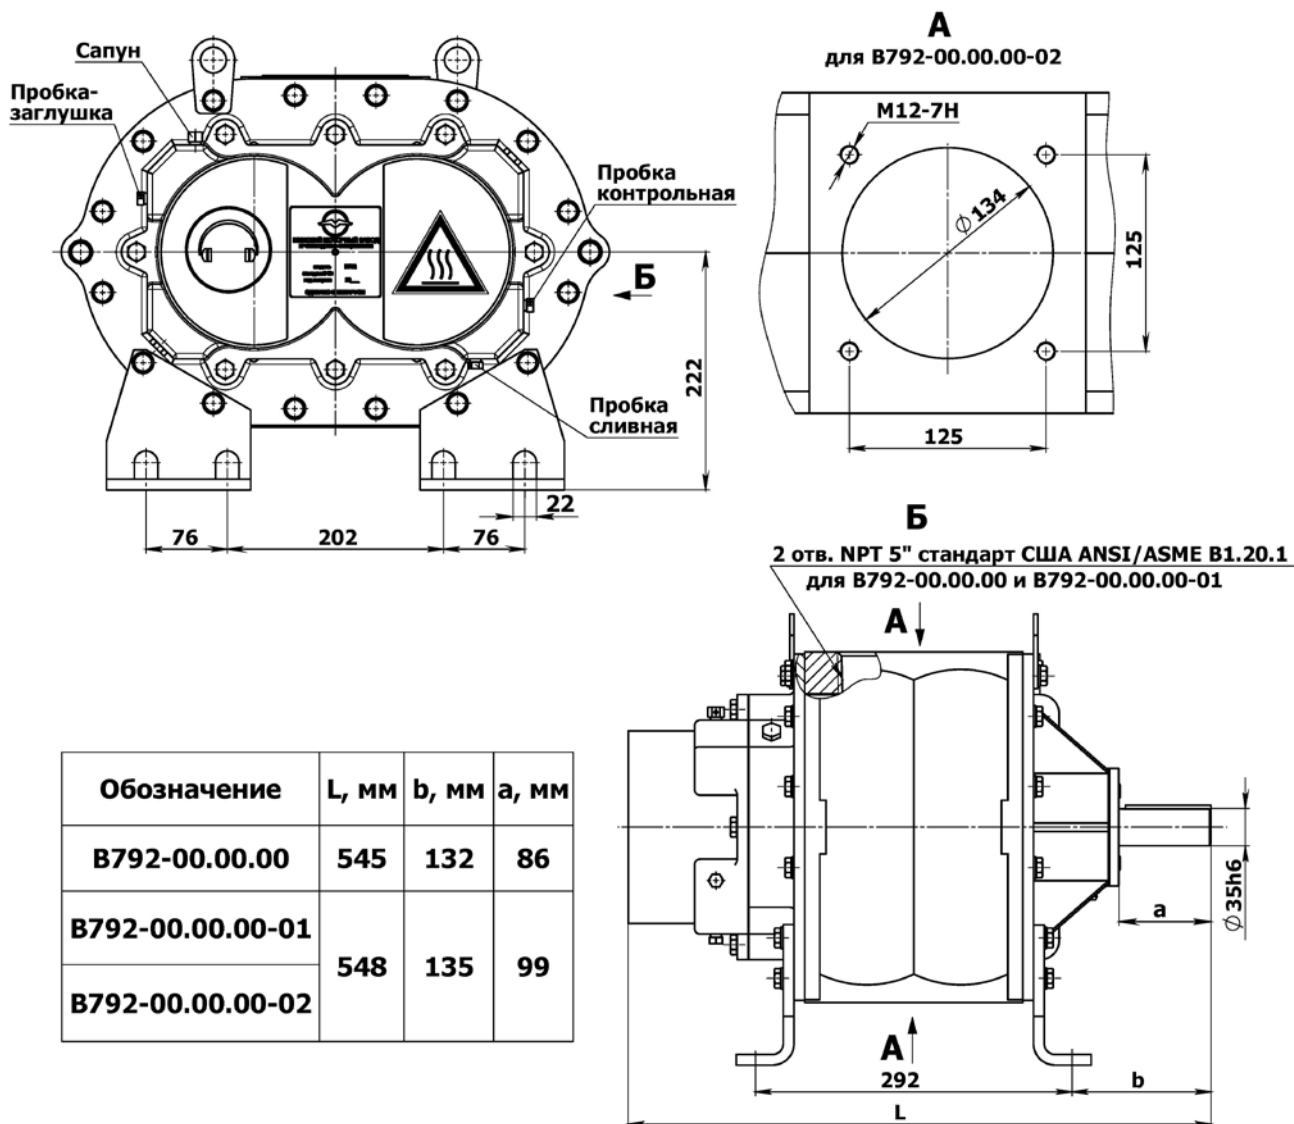

Рисунок 5
2.3 При любом из вариантов установки сапун (см. рисунок 5) должен быть установлен в верхнем резьбовом отверстии крышки редуктора.